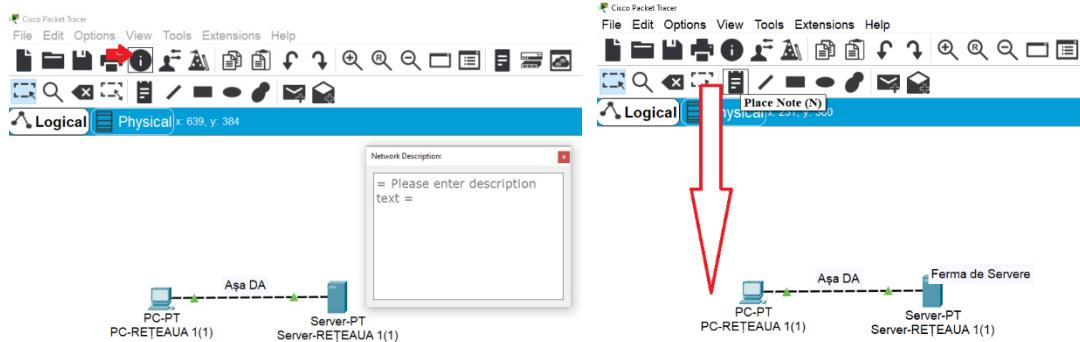

Fig. 27. Adăugarea de informații rețelei. Fig. 28. Adăugarea de etichete echipamentelor.
- C. Pentru o reprezentare cât mai apropiată de cerințele noastre putem reposiționa dispozitivele de rețea prin tragerea acestora într-o locație nouă. De asemenea, putem adăuga o descriere a rețelei utilizând butonul „i” din colțul din dreapta sus, Fig. 27, precum putem adăuga și etichete de text în spațiul de lucru logic utilizând instrumentul ”Notă de plasare” Fig. 28.